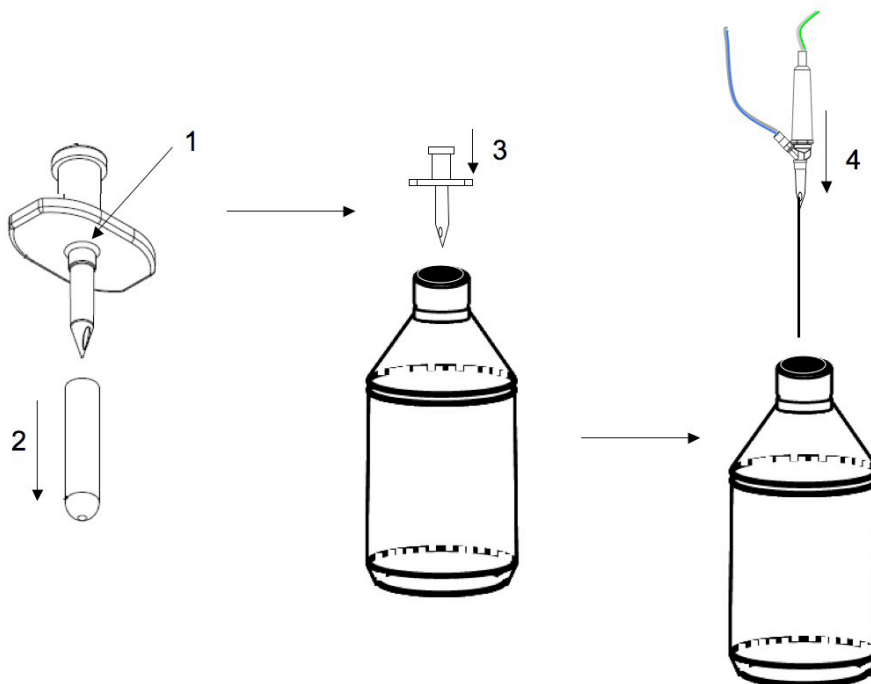

Figura 4.5. Instrucciones de configuración de AFI.
- n. Perfore y cuelgue el frasco de la solución salina equilibrada en el gotero automatizado o en el colgador de nivel cero si está utilizando AFI. Mantenga apretada y suelte la cámara del gotero hasta que se haya rellenado de solución hasta la mitad. (Para la configuración de AFI, utilice la herramienta perforadora incluida para pinchar el tapón de goma del frasco antes de insertar la cánula metálica en el frasco.) (Enfermero de quirófano) Consulte Figura 4.5.